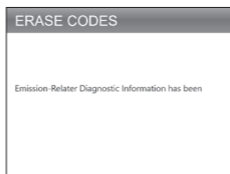

Figura 3.3.2
2. Después de determinar que se completaron todas las reparaciones, presiona [OK] para borrar o restablecer los datos de diagnóstico relacionados con las emisiones. (Ver la Figura 3.3.2)